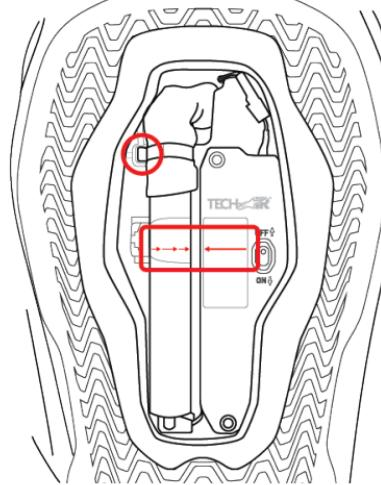

Abbildung 11: Einbau des Gas Inflators (1)
Als Nächstes setzen Sie den Gas Inflator (1) wieder in das Gas Inflatorsgehäuse (4) ein, indem Sie sie wie in Abbildung 11 gezeigt in Position drücken. Vergewissern Sie sich, dass die Metallklammer an der Oberseite des Gas Inflators (1) links im Gehäuse liegt. Es ist wichtig, dass die Linien auf dem Etikett des Gasgenerators (1) und dem Etikett der Abdeckung des Airbag-Steuergeräts (ACU) übereinstimmen, wie in Abbildung 11 unten dargestellt.